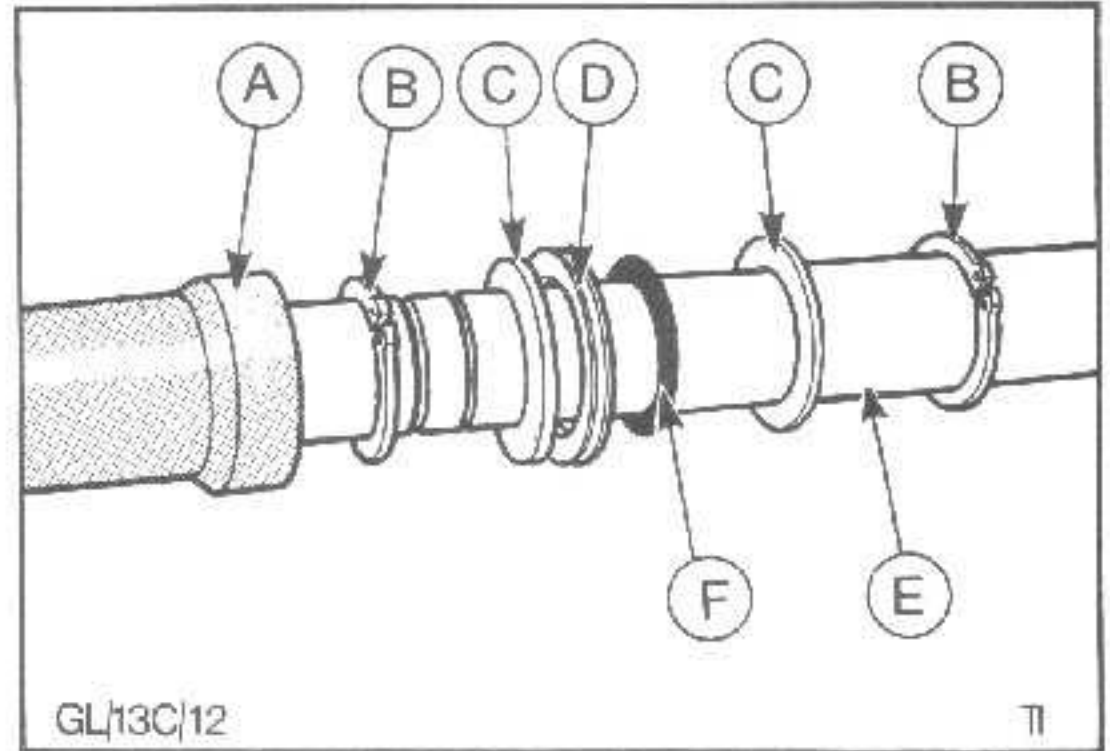

Abb.31 Zahnstangenkolben
22. Kolben mit O-Ring und PTFE-Dichtring auf die Zahnstange montieren: Unteren Sicherungsring einsetzen, Scheibe, Kolben, inneren O-Ring und zweite Scheibe aufschieben sowie zweiten Sicherungsring einsetzen, Abb.31.